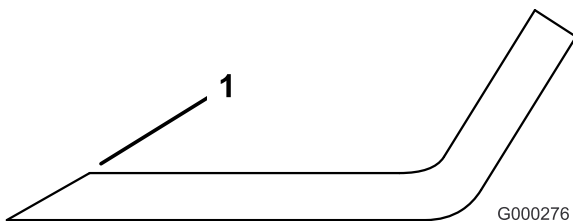

Figura 86
3. Inspeccione as extremidades de corte de todas as lâminas e afie-as se apresentarem sinais de desgaste ou ranhuras (Figura 86).
Nota: Afie apenas a zona superior da parte cortante e mantenha o ângulo de corte original para garantir um desempenho eficaz da lâmina (Figura 86). A lâmina mantém o equilíbrio se for retirada a mesma quantidade de metal de ambas as partes cortantes.